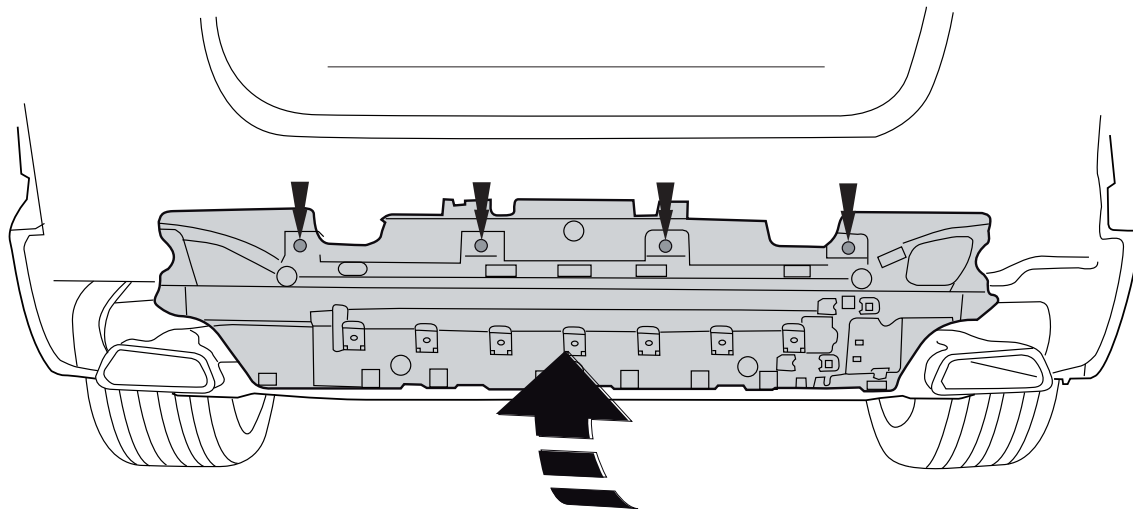

Fig.3
5. Установить пластмассовый корпус на поперечный брус буксирного крюка в точках F. См. рисунок 3.